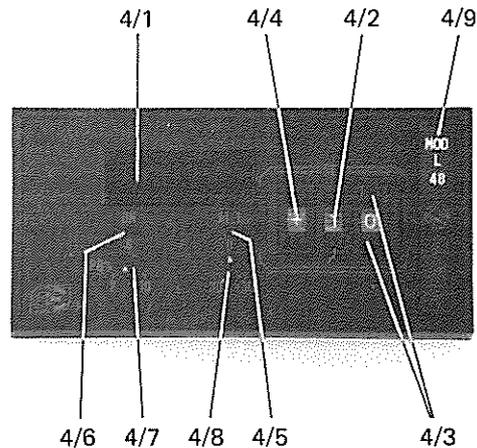

Fig. 4 Ansicht des Temperatur-Reglers
- Gewünschte Temperatur am Temperatur-Regler Fig. 4 mittels Wähltasten Pos. 4/3 und Pos. 4/4 einstellen.